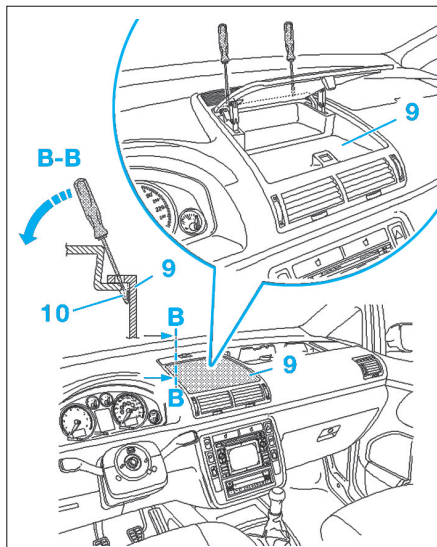

Fig. 9
- Engager un tournevis plat dans les évidements situés sur le bord avant du rangement (6) et déverrouiller les trois agrafes métalliques (7) dans le sens de la flèche de la planche de bord (8).
- Ouvrir le rangement (9) et insérer un tournevis plat dans les évidements situés sur le bord avant du rangement et déverrouiller les deux agrafes métalliques (10) dans le sens de la flèche (Fig.9).